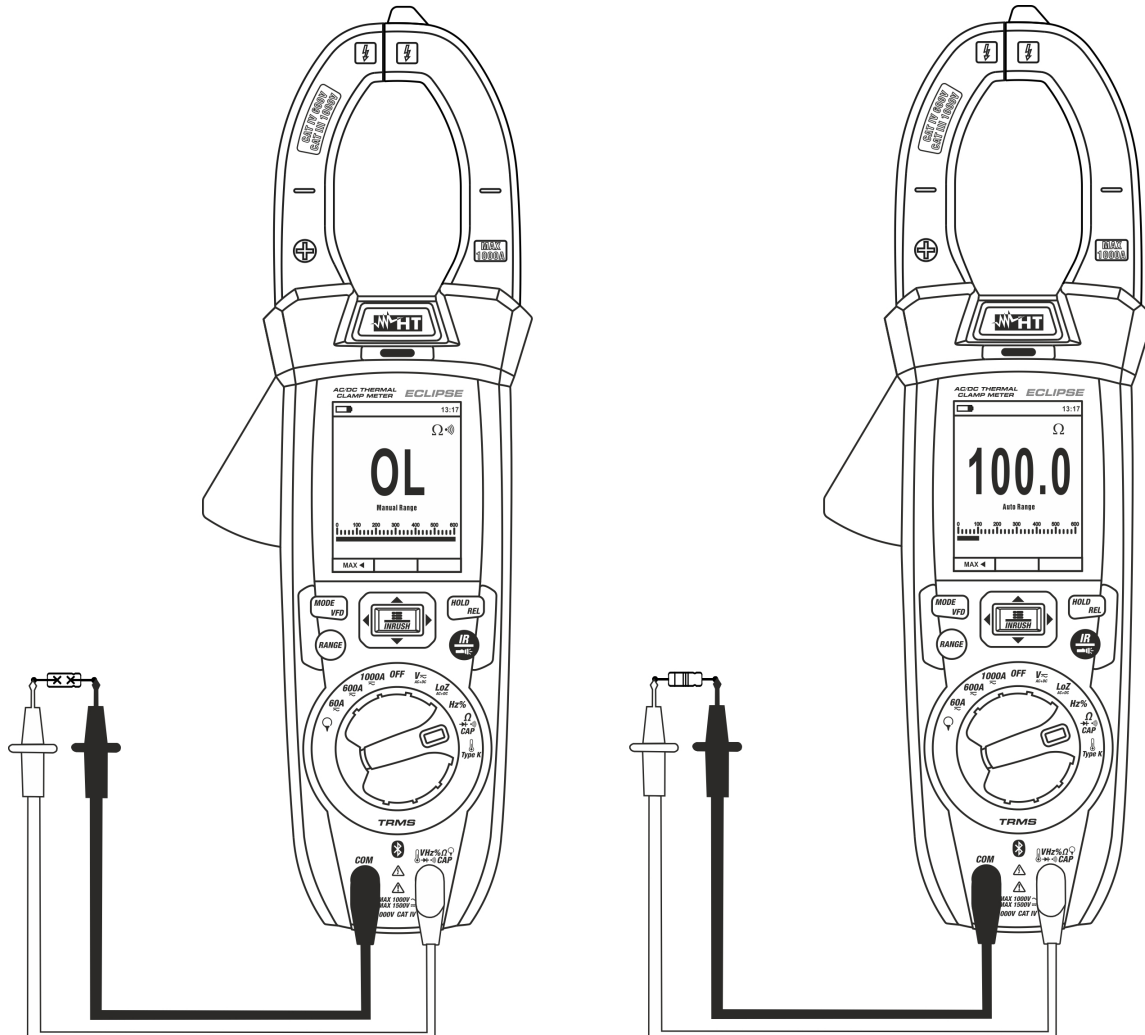

Abb. 27: Verwendung des Gerätes für Widerstandsmessung und Durchgangsprüfung
3. Verbinden Sie die Messleitungen mit den gewünschten Messpunkten des zu messenden Kreises (siehe Abb. 27). Der Widerstandswert erscheint auf dem Display.